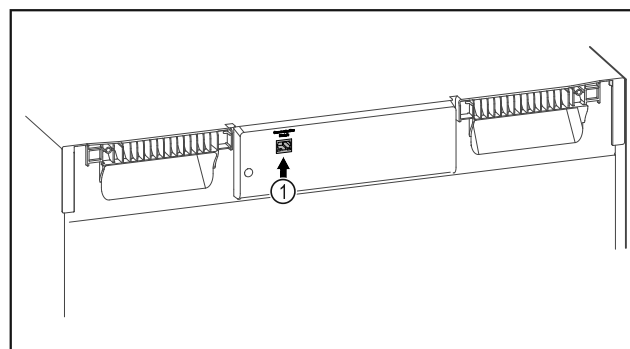

Fig. 93
- SmartModule Fig. 93 (1) is geplaatst.